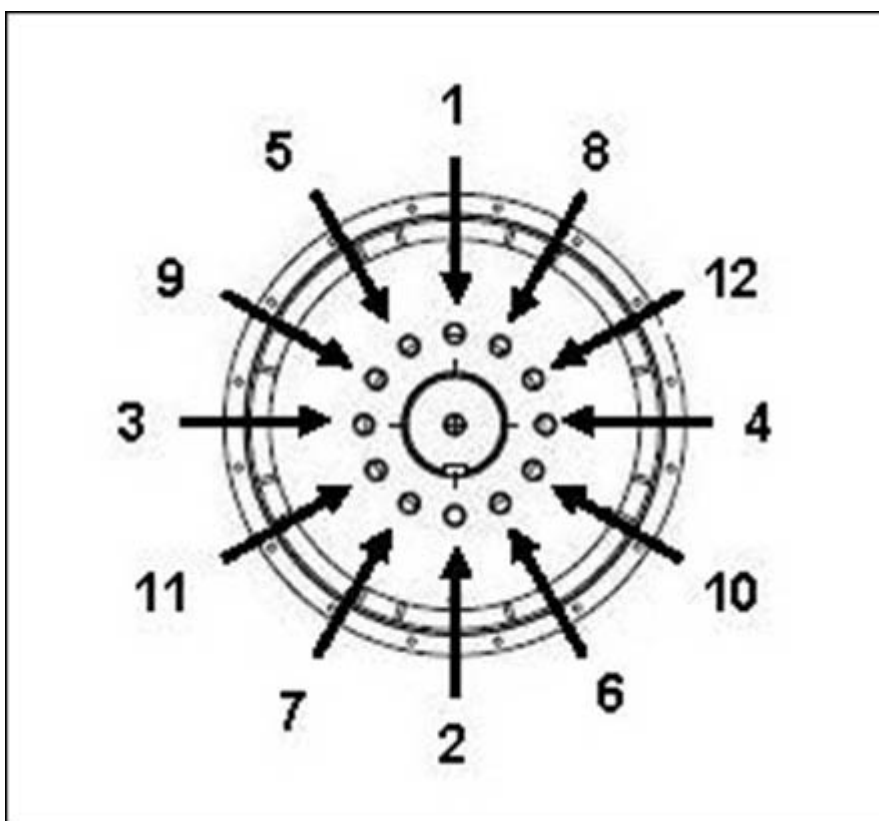

РИС. 22. ПОСЛЕДОВАТЕЛЬНОСТЬ КРЕПЛЕНИЯ К СТУПИЦЕ
4. При необходимости затяните болты дисков муфты, соблюдая последовательность, указанную в Рис. 22 на стр. 45.